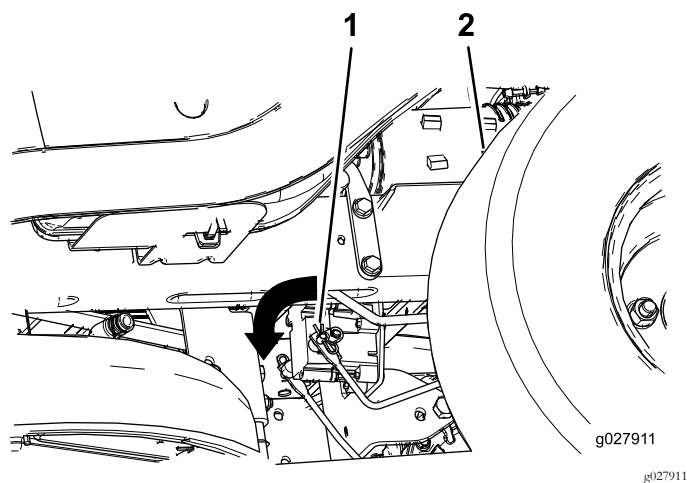

Figure 45
2. Localisez l'arbre sur le frein électrique au point de connexion des bras de liaison (Figure 45).